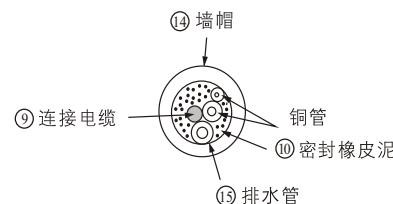
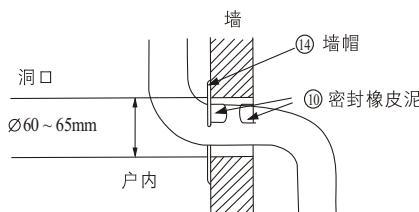

图33
图31
2 用附件⑯墙帽及附件⑰密封橡皮泥来整理墙上的洞,如图31、图32及图33。